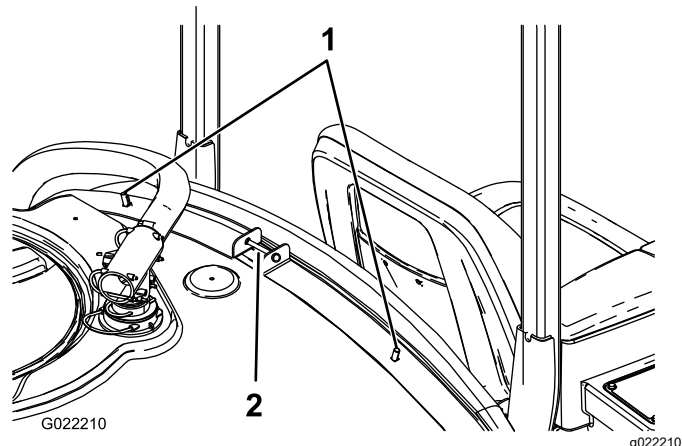

図1
2. タンク前部固定ベルトの内側の穴にキャリッジボルト2本を取り付ける図1。